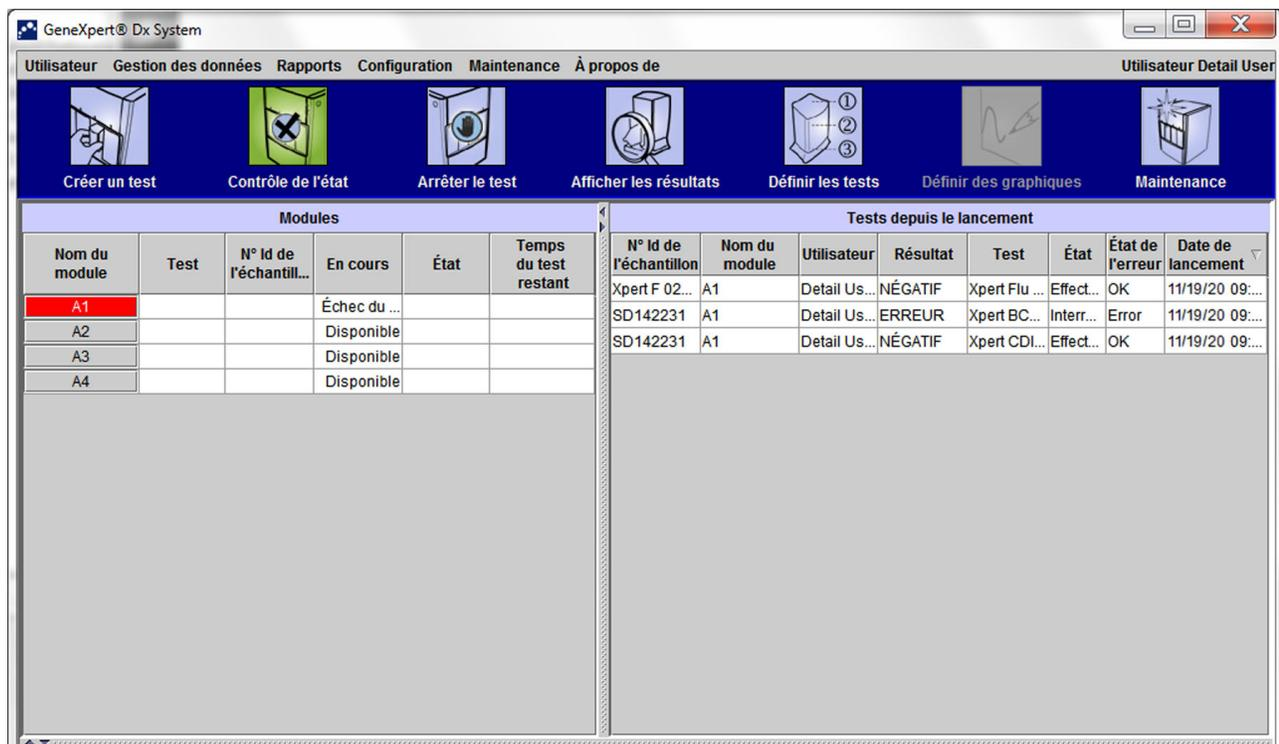
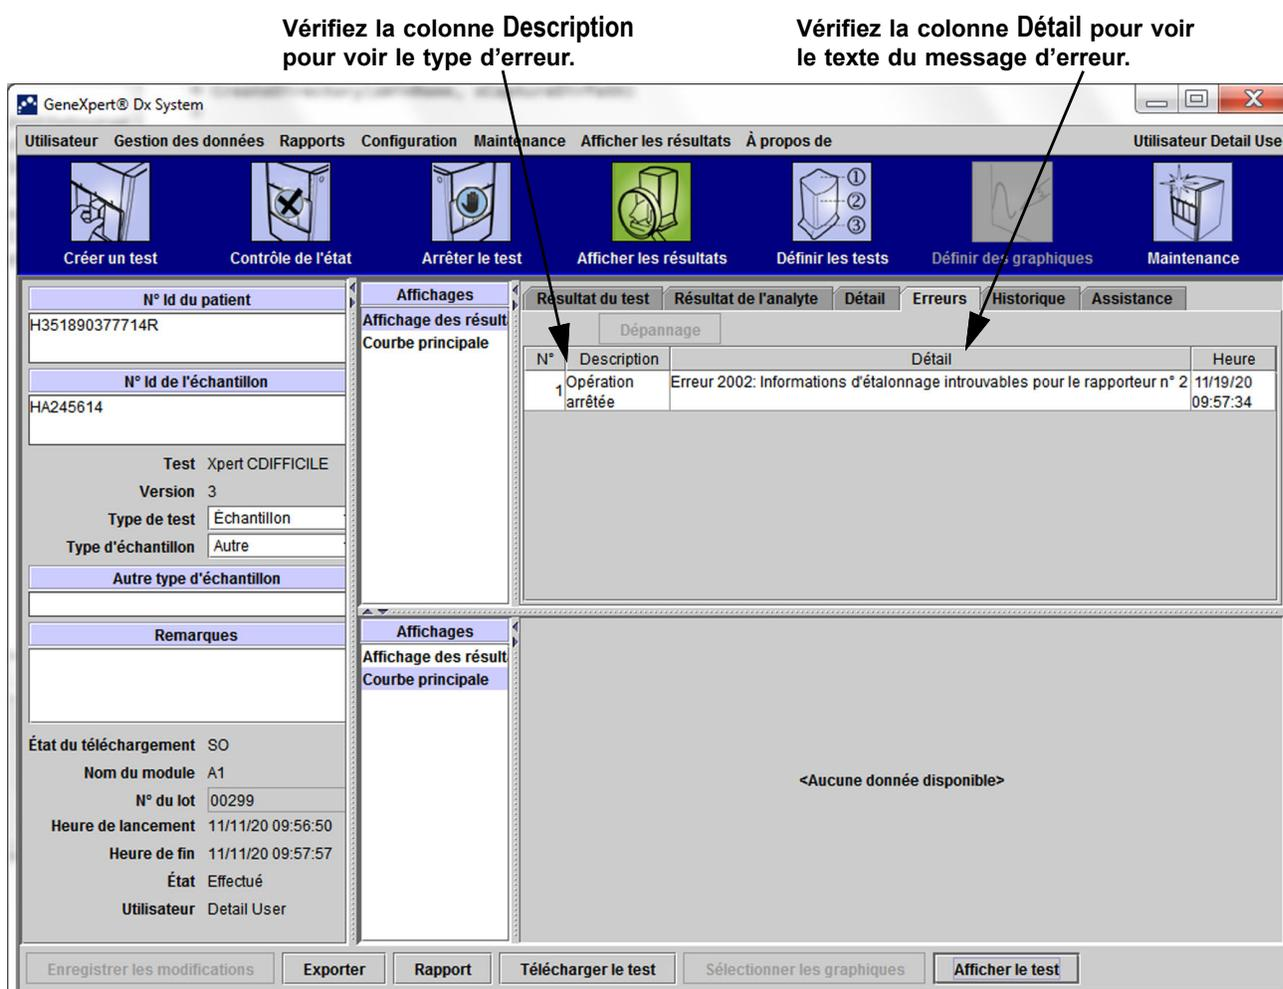

Figure 9-40. GeneXpert Dx System—Fenêtre Contrôle de l'état
Figure 9-41. GeneXpert Dx System—Fenêtre Afficher les résultats—Onglet Erreurs (Vue Utilisateurs Détail et Administrateur)
- **Section 9.19.2.5, « Erreurs d'analyse post-expérience »**—Erreurs qui se produisent pendant la procédure de réduction de données. Vous pouvez afficher toutes les erreurs dans la fenêtre Contrôle de l'état (cf. Figure 9-40). Des détails concernant les erreurs-propres au test s'affichent également dans l'onglet **Erreurs** de la fenêtre Afficher les résultats (cf. Figure 9-41).
Le Tableau 9-3 répertorie les erreurs susceptibles de survenir au cours d'un test qui n'a pas été interrompu. Même si le système a pu terminer le test et enregistrer les résultats, certaines erreurs non critiques se sont produites et doivent être examinées. Ces messages d'erreurs sont affichés dans la fenêtre Afficher les résultats (cf. Figure 9-41). Pour contacter le Support Technique de Cepheid, consultez la section Assistance Technique dans la Préface pour obtenir les coordonnées nécessaires.
Le Tableau 9-4 répertorie les erreurs susceptibles de survenir lorsqu'un test est interrompu. Les messages d'erreur d'interruption de test s'affichent dans la fenêtre Afficher les résultats. Voir Figure 9-41. Pour contacter le Support Technique de Cepheid, consultez la section Assistance Technique dans la Préface pour obtenir les coordonnées nécessaires.
Le Tableau 9-5 répertorie les erreurs susceptibles de survenir au cours du chargement de la cartouche. Les messages d'erreur liés au chargement de la cartouche s'affichent dans la fenêtre Contrôle de l'état. Voir Figure 9-40.
Le Tableau 9-6 répertorie les erreurs susceptibles de survenir au cours de l'autotest. Les messages d'erreur liés à l'autotest s'affichent dans la fenêtre Contrôle de l'état. Voir Figure 9-40. Pour contacter Support Technique de Cepheid, consultez la section Assistance Technique dans la Préface pour obtenir les coordonnées nécessaires.
Le Tableau 9-7 répertorie les erreurs susceptibles de survenir au cours du processus d'analyse post-expérience (réduction de données). Les messages d'erreur post-expérience apparaissent dans la fenêtre Afficher les résultats (cf. Figure 9-41). Pour contacter Support Technique de Cepheid, consultez la section Assistance Technique dans la Préface pour obtenir les coordonnées nécessaires.